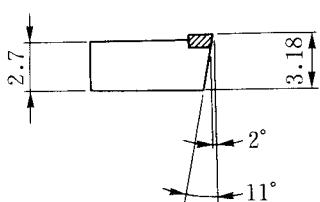

図 1-2 粗切削用ダイヤモンドチップ
(2) 工具
- ① 粗切削用ダイヤモンドチップ (図 1-2)